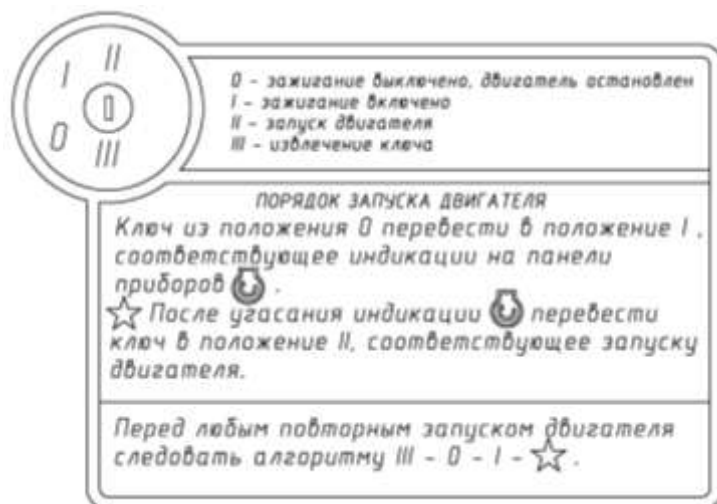

Рис. 6.2.1 Порядок запуска двигателя
- 6.2.1.5 Порядок запуска двигателя указан на рис. 6.2.1 и табличке в кабине экскаватора.